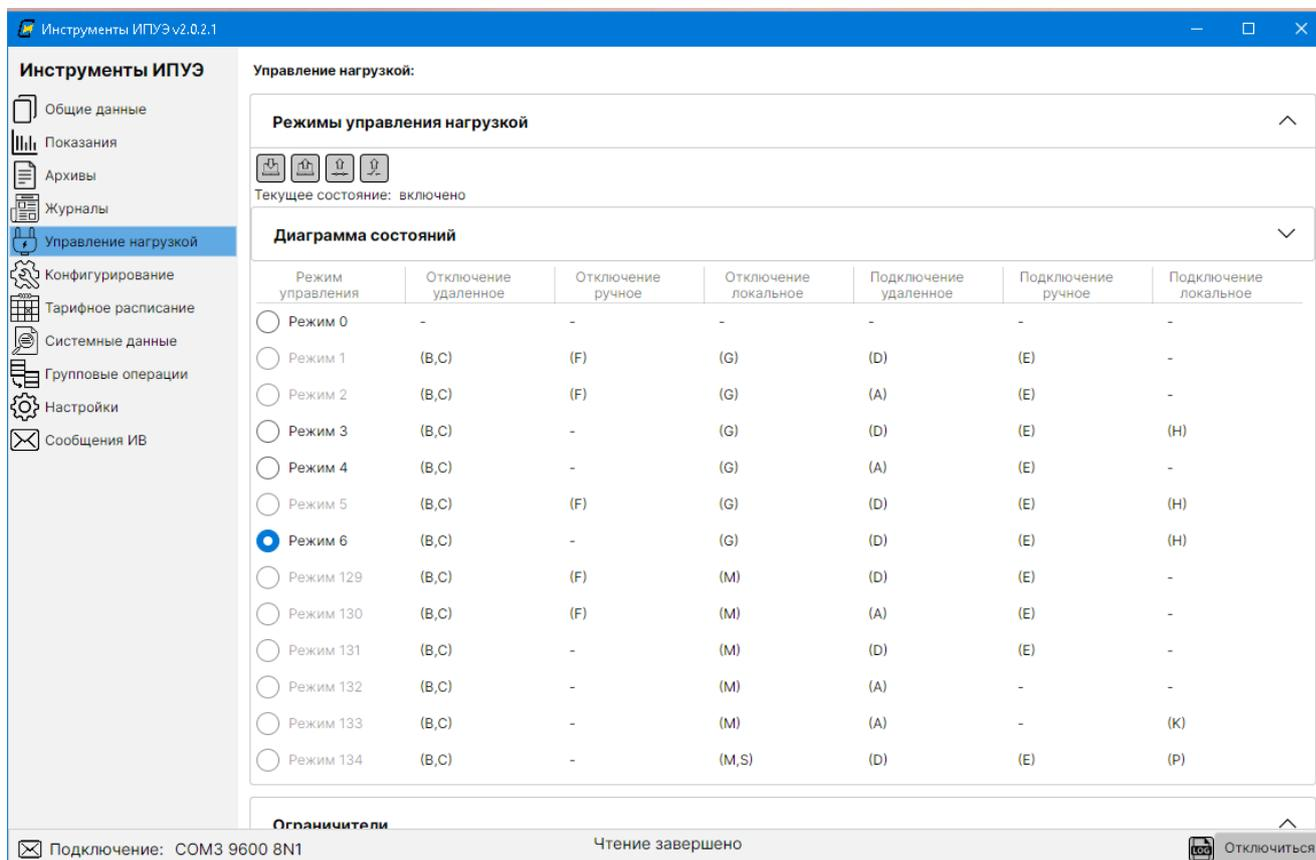
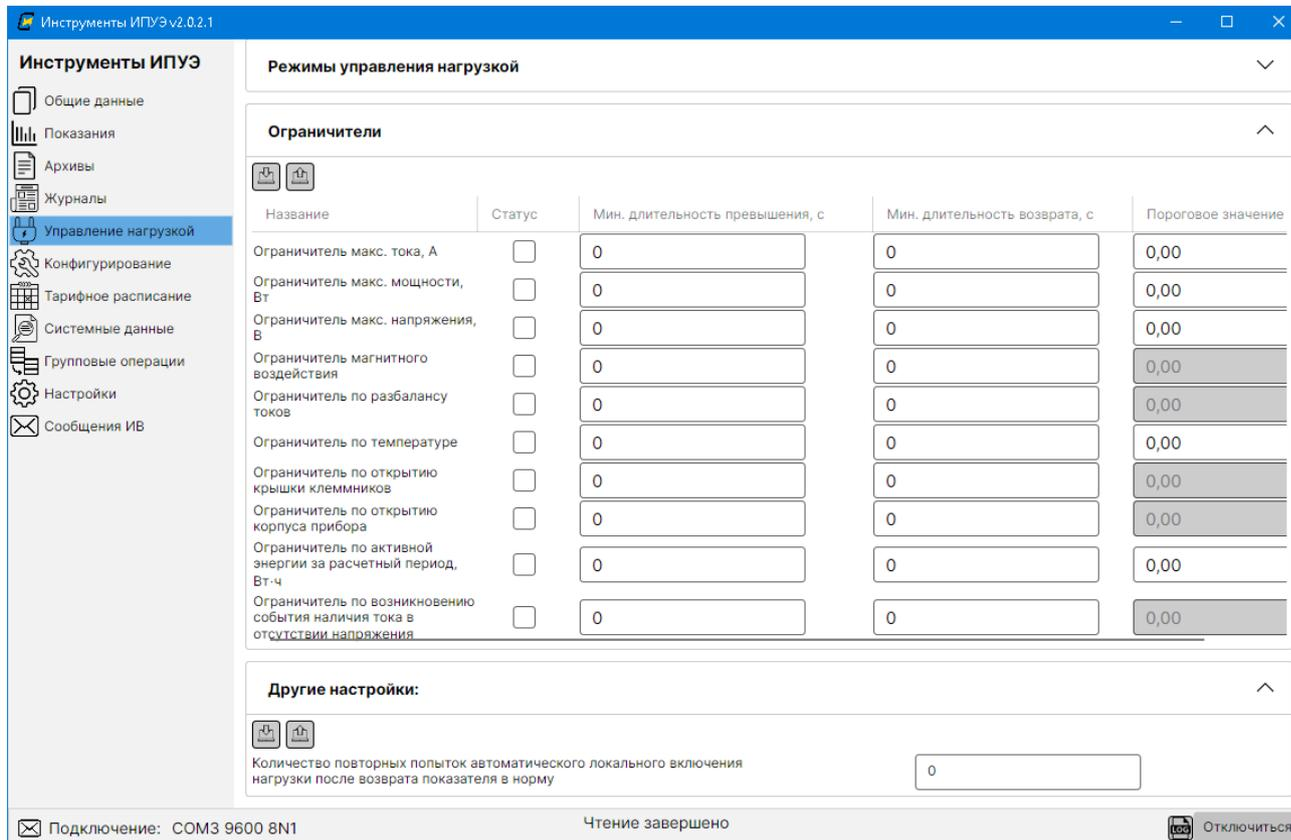

Рисунок 16 - Вид диалогового окна программы после считывания из счетчика режима управления нагрузкой.
Рисунок 17 – Вид диалогового окна подраздела «Ограничители».
3.2 Конфигурирование управления нагрузкой осуществляется в разделе «Управление нагрузкой» основного меню программы, содержащим три подраздела. В подразделе «Режим управления нагрузкой» может быть сконфигурирован режим управления нагрузкой (рисунок 16). Здесь же можно ознакомиться с диаграммой состояния режимов управления нагрузкой. В подразделе «Другие настройки» можно задать количество повторных попыток автоматического локального включения нагрузки после возврата показателя в норму (рисунок 17).
Пороги и минимальные длительности превышения можно изменять. Статус, длительность и пороговое значение ограничителей параметров нагрузки, при превышении которых произойдет отключение нагрузки, могут быть сконфигурированы в подразделе «Ограничители» (рисунок 17).